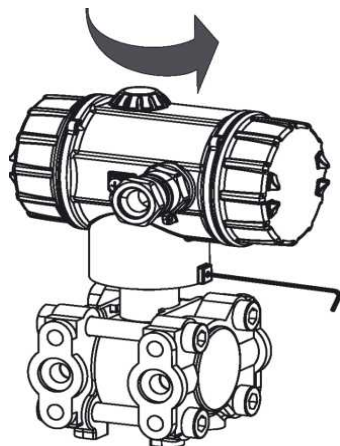

Рисунок 7 - Вращение корпуса преобразователя
8.7.1 Корпус преобразователя может вращаться в пределах  $\pm 160^\circ$ , см. рисунок 7.